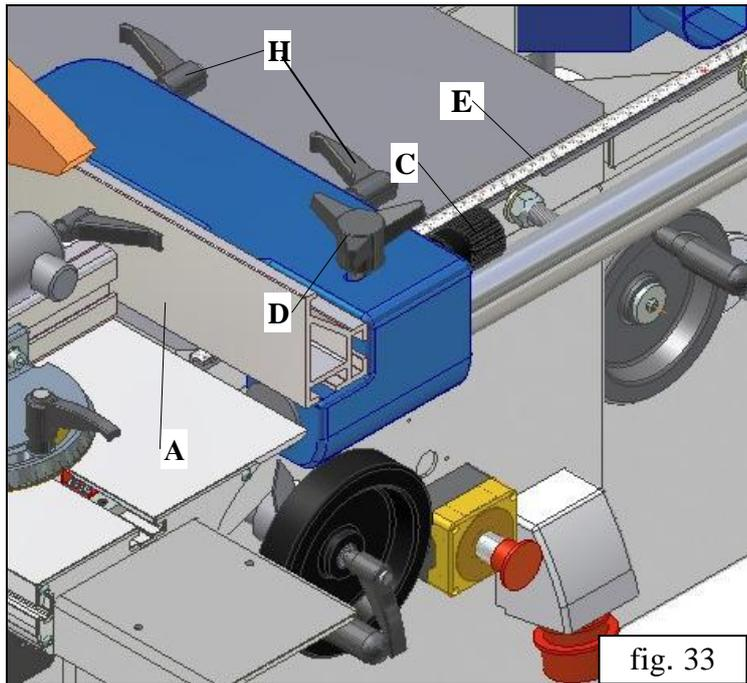

fig. 33
Le réglage sur la largeur du guide de tronçonnage se fait de la manière suivante (fig. 33):
2). Position verticale (fig. 33) - pour d'autres cas de réalisation de coupes longitudinales.